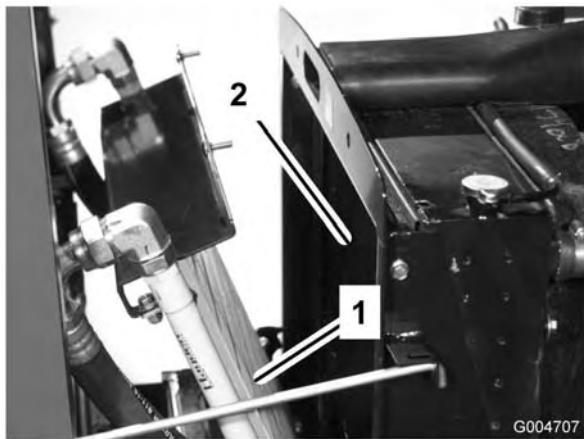

Figura 62
- Gire el enfriador hacia atrás. Limpie a fondo ambos lados del enfriador de aceite y la zona del radiador (Figura 62) con aire comprimido.